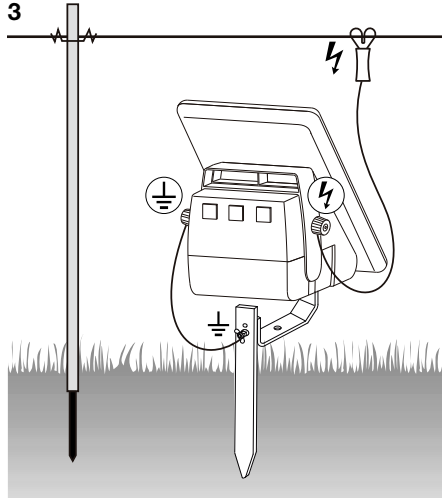

Fig. 4
Schalter (siehe Fig. 4): Gerät mit Drucktastenschalter on/off (1) einschalten - nach einigen Sekunden blinkt die grüne LED control (3a) im Rhythmus der Impulse.
Akkuanzeige (Fig. 4): - nur bei Tagesanbruch kontrollieren !
Buttons (see Fig. 4):
Boutons (voir Fig. 4): Allumez l'appareil avec le bouton poussoir **on/off** (1) - après quelques secondes, une lampe LED verte **control** (3a) s'allume au rythme des impulsions.
Accu/pile indication (Fig.4): - controlez seulement à la pointe du jour !
Knapper (se fig. 4): Tænd apparatet med on/off knappen **1** efter få sekunder blinker den grønne LED indikator **3a** i samme rytme som impulserne fra apparatet.
Akkumulator visning (fig.4): kontroller kun ved dagry!